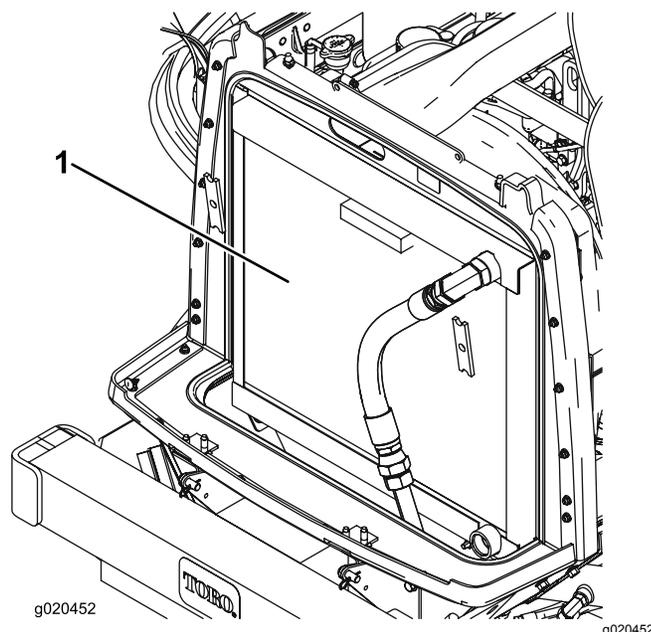

Рисунок 61
3. Тщательно очистите сжатым воздухом обе стороны области радиатора/маслоохладителя (Рисунок 61).